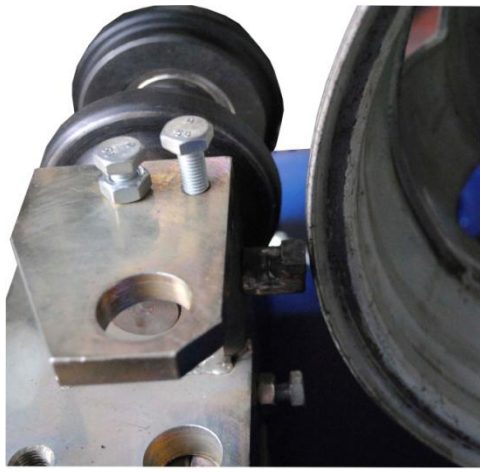

Рис.5
- после проведения прокаточных работ произведите зачистку заусениц при помощи резца, вставляемого в специально предусмотренные отверстия кареток. Предварительно сняв поворотные прижимы с внутренними роликами (рис.5).